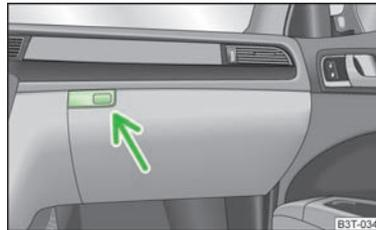

Fig. 88
- Premendo il tasto » fig. 88, il portellone si abbasserà.